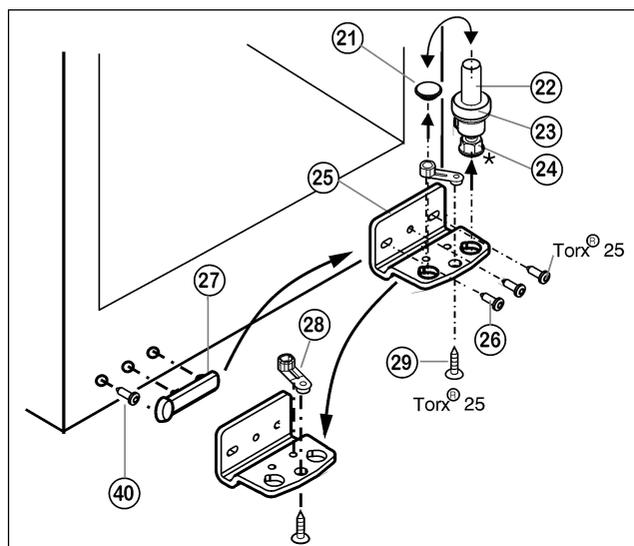

Fig. 5
- ▶ Retirer le pivot Fig. 5 (22) complètement avec le disque Fig. 5 (23) et le pied réglable* Fig. 5 (24) par le haut.
- ▶ Enlever le bouchon Fig. 5 (21).
- ▶ Dévisser Fig. 5 (25) le support d'appui Fig. 5 (26).
- ▶ Dévisser l'élément pivotant Fig. 5 (28) et le permuter dans le trou opposé du support d'appui.
- ▶ Enlever le cache côté poignée Fig. 5 (27) avec précaution, dévisser la vis Fig. 5 (40) et les positionner sur le côté opposé.
- ▶ Revisser à fond le support d'appui Fig. 5 (25) sur le nouveau côté charnière en utilisant une visseuse sans fil si nécessaire, avec un couple de serrage de 4 Nm.
- ▶ Réinsérer le bouchon Fig. 5 (21) dans l'autre trou.
- ▶ Replacer complètement le pivot Fig. 5 (22) avec le disque et le pied réglable*. Faire attention à ce que les ergots d'encliquetage soient tournés vers l'arrière.
- ▶ Enlever le bouchon (33) du coussinet de la porte et le mettre de l'autre côté.
- ▶ Démontez la poignée de porte (32), le bouchon (33) et les plaques d'appui (34) puis les repositionner sur le côté opposé.
- ▶ Placer la porte par le haut sur le pivot inférieur Fig. 5 (22).
- ▶ Placer le support d'appui supérieur (12) sur le nouveau côté charnière de porte.
- ▶ Visser le support d'appui supérieur (12) à fond (avec 4 Nm) (2 Torx® 25) (13). Pointer les trous de vissage ou utiliser une visseuse sans fil.
- ▶ Faire encliqueter le cache (10) et le cache (11) du côté opposé.
- ▶ Aligner éventuellement la porte par rapport aux deux trous oblongs du support d'appui inférieur Fig. 5 (25) pour qu'elle affleure avec l'habillage de l'appareil. Pour cela, dévisser la vis centrale.